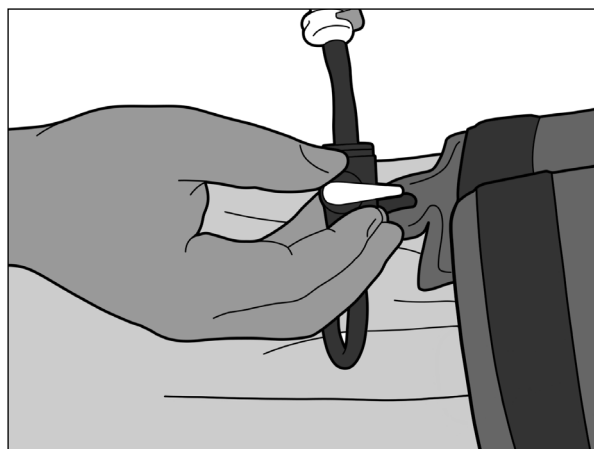

Fig. 17
4. Închideți supapa rotind supapa de închidere perpendicular pe tubulatură. Așteptați 2 minute (Fig. 17).
7. Închideți supapa rotind supapa de închidere perpendicular pe tubulatură (Fig. 17).